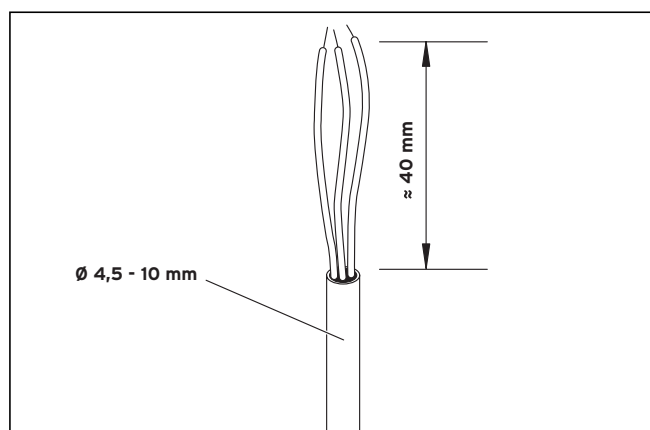

Abb. 4.16 Kabelisolierung entfernen
- Entfernen Sie die Isolation des Kabels, wie in Abb. 4.16 dargestellt.